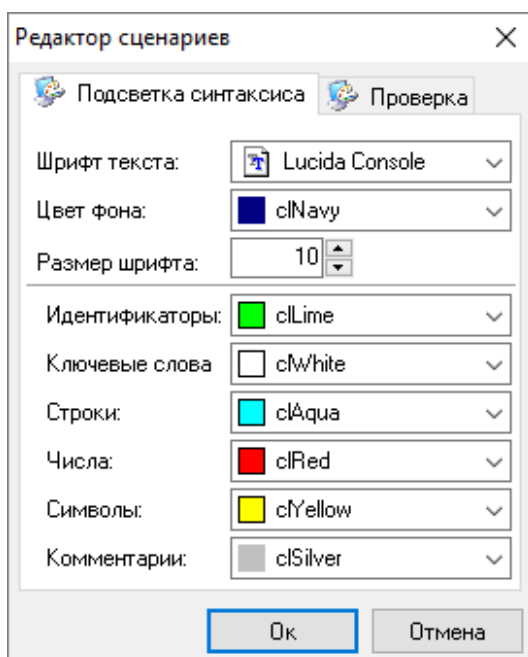

Рисунок 6-637 Редактор сценариев, вкладка "Подсветка синтаксиса"
Выберите в контекстном меню программы сценария команду «Параметры...», если необходимо открыть редактор сценариев (см. Рисунок 6-637), в котором:
- на вкладке **«Подсветка синтаксиса»** (см. Рисунок 6-637) осуществляется настройка отображения текста сценария управления в области ввода или области отображения программного кода сценария, а именно осуществляется выбор шрифта текста, цвета фона, размера шрифта, а также цвета для разных элементов программного кода – идентификаторов, ключевых слов, строк, чисел, символов и комментариев;